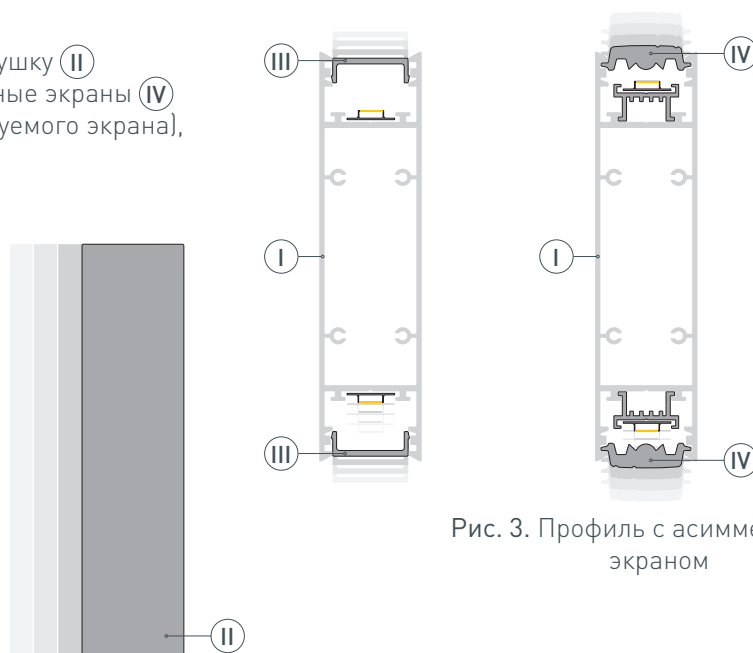

Рис. 3. Профиль с асимметричным экраном
- 3** / Установите на профиль **I** заглушку **II** и экраны **III**, либо асимметричные экраны **IV** (в зависимости от типа используемого экрана), как показано на рис. 3.